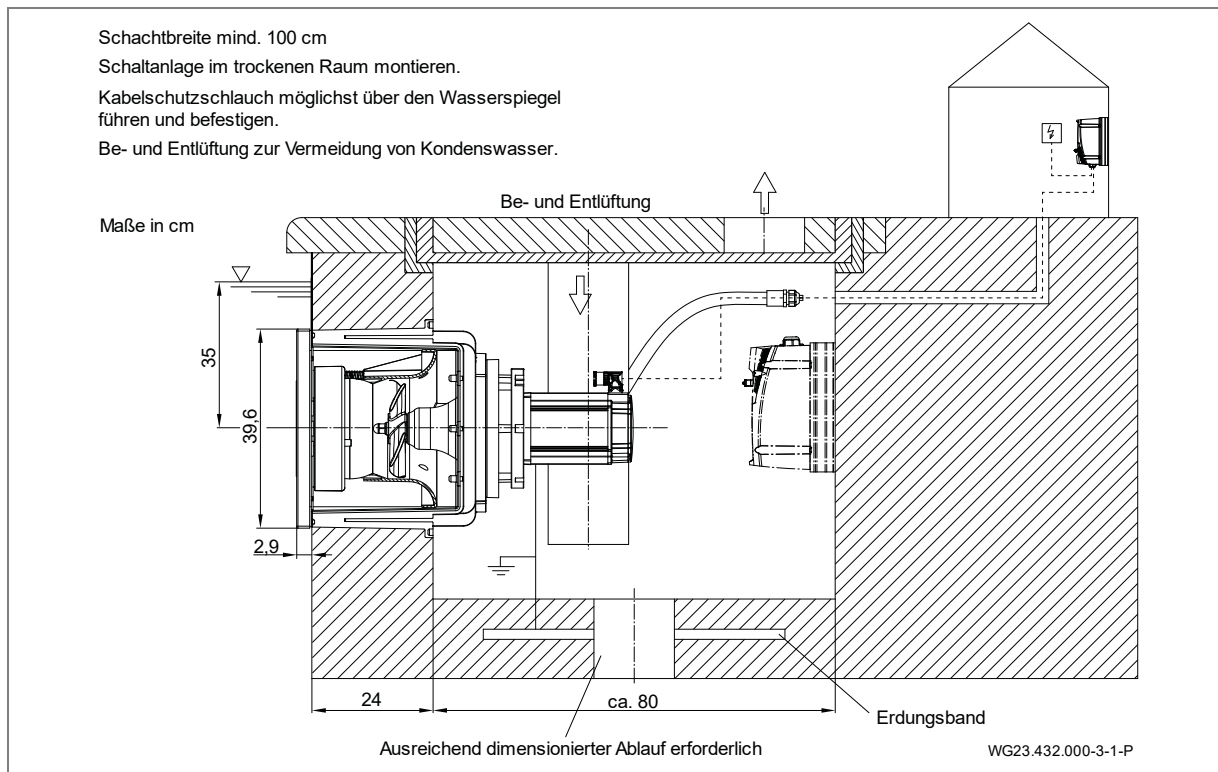

Abb. 17
1. Anschlussstutzen (d, (Abb. 17)) am Kunststoffgehäuse (1) und die Anschlussbuchse vom Kabelschutzschlauch (12) mit PVC-U/ABS-Reiniger entfetten.
Die Unterbringung der Anlage hat in einem Schacht, der am Beckenrand angrenzt, zu erfolgen. Im Aufstellungsraum müssen eine einwandfreie Be- und Entlüftung und ein ausreichender Bodenablauf vorhanden sein. Eine Befestigungsmöglichkeit für den Kabelschutzschlauch (möglichst oberhalb Wasserniveau) muss gegeben sein. Im Schacht muss ein Anschluss für einen Potentialausgleich vorhanden sein. Siehe "Abb. 17" auf Seite 22.